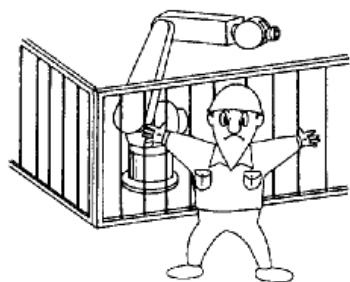

图 4-1
①. 把机器人安装在没有漏洞的安全围栏内，这样，在机器人运动过程中，可以有效防止人员进入机器人工作区。（如下图 4-1）